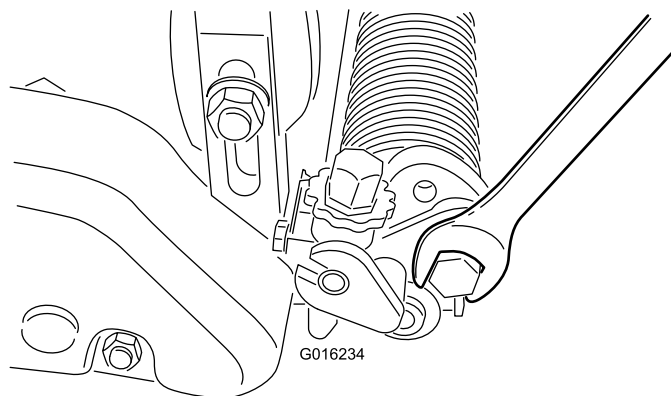

Figure 21
- A. Desserrez les boulons sur les bras gauche et droit du groomer (Figure 21).
- C. Serrez les boulons pour fixer le réglage (Figure 21).